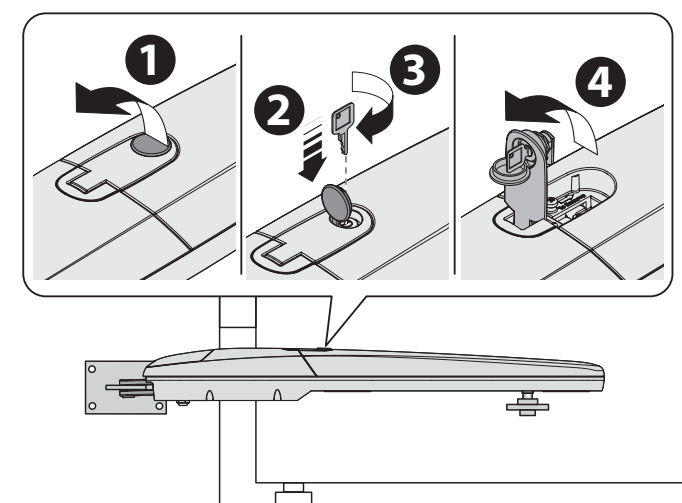

Fig. 8
01. Desbloqueie o motorreductor como mostra a fig. 8;
- 02.** Desbloqueio o motorreductor como mostra a **fig. 8**;